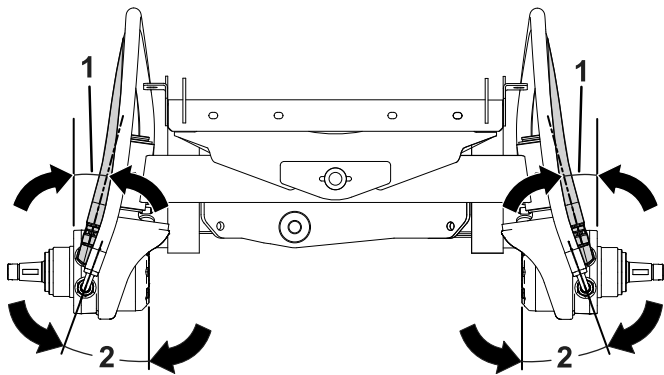

図 5
4. 90° エルボフィッティングは、図 5のように 15° の角度に調整する。
8. 90° エルボフィッティングは、図 5のように 20° の
注 各フィッティングの角度を図 5のように維持